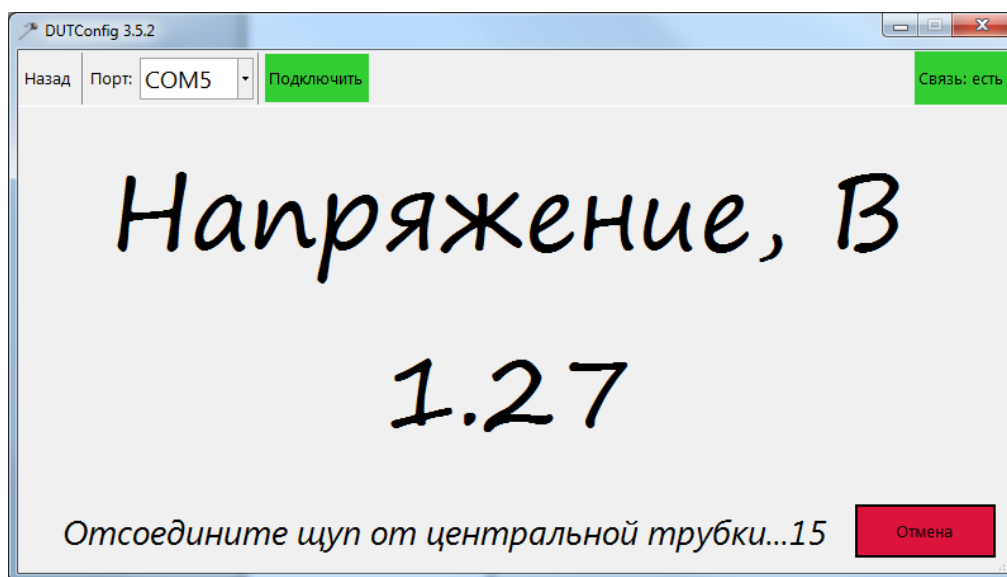

Рисунок 17 – Отсоедините щуп от центральной трубки
10. Дождаться, когда в окне программы появится сообщение «Отсоедините щуп от центральной трубки» (рис. 17).